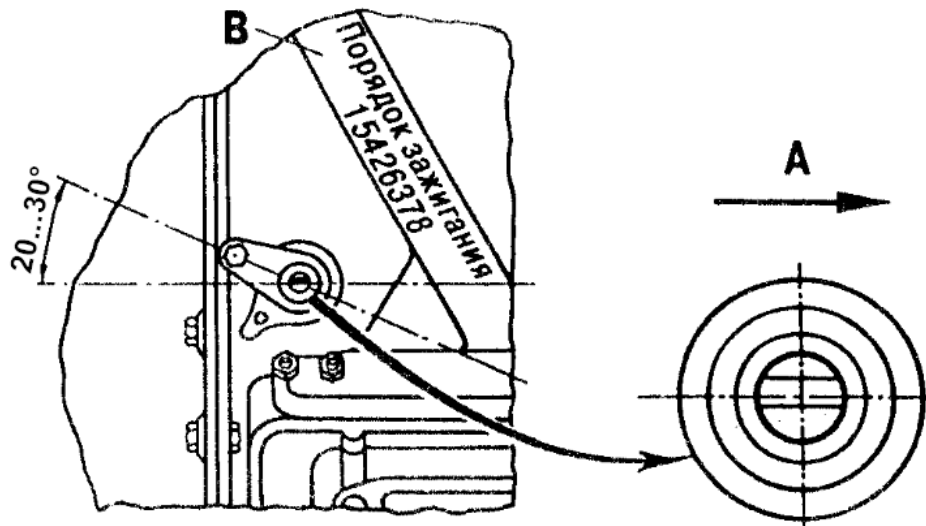

Рис.39. Установка привода распределителя:
3. Закрепить корпус привода держателем и гайкой так, чтобы кронштейн с резьбовым отверстием, имеющийся на корпусе привода, был направлен назад, считая по ходу автомобиля, и повернут, примерно, на $20...30^\circ$ влево по часовой стрелке от продольной оси двигателя, как показано на рис.39.